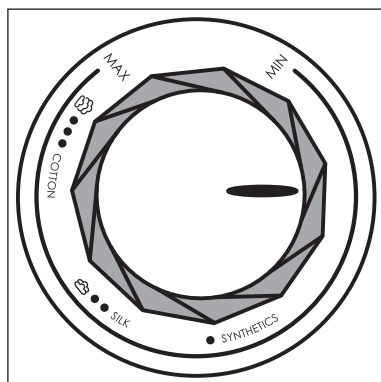

Fig. 2
- 3) Réglez la température adaptée avec le thermostat **6** (voir tableau ci-dessous et fig. 2).